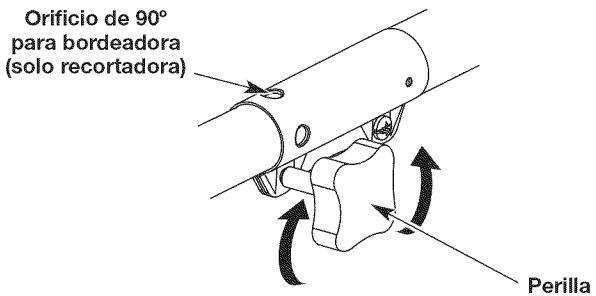
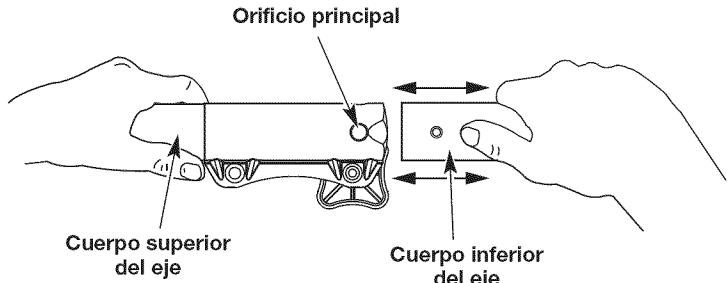

Fig. 1
Fig. 3
1. Para aflojar, gire la perilla en sentido contrario a las agujas del reloj (Fig. 1).
2. Mientras sostiene el accesorio con firmeza, empuje en línea recta hacia dentro del acoplador hasta que el botón de desconexión encaje firmemente en el agujero principal (Fig. 3).
3. Para apretar, gire la perilla en el sentido de las agujas del reloj (Fig. 1).
**PRECAUCIÓN:** Antes de operar esta unidad, cerciórese de que el botón de desconexión esté completamente encajado en el agujero principal (Fig. 3) y de que la perilla (Fig. 1) esté firmemente apretada.
Para realizar bordados decorativos con el accesorio de corte con hilo, trabe el botón de desconexión en el interior del agujero de 90° (Fig. 1).
3. Al tiempo que sujetá firmemente la caja del eje superior, saque el accesorio del acoplador (Fig. 3).